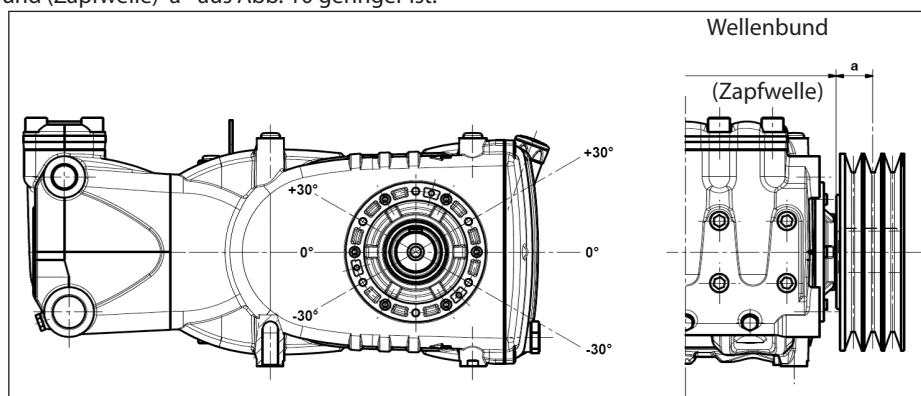

Abb. 10
Die radiale Belastung der Welle darf 4500 N (für die Definition der Anordnung erforderlicher Wert) nicht übersteigen. Der Antrieb gilt als richtig bemessen, wenn die Belastung bei einem maximalen Abstand  $a = 50$  mm vom Wellenbund (Zapfwelle) angewandt wird, siehe Abb. 10.
- b) Verwenden Sie Hochleistungsriemen - zum Beispiel **XPB** statt **SPB** - da hierbei weniger Riemen bei gleicher Leistungsübertragung benötigt werden und der Abstand zum Wellenbund (Zapfwelle) "a" aus Abb. 10 geringer ist.